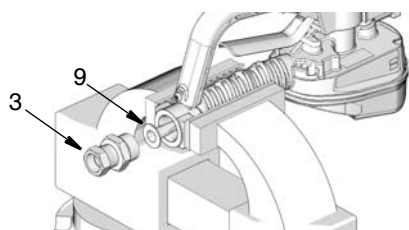

FIG. 2
2. Instale el filtro (9) y el accesorio de conexión (3) en la entrada (FIG. 2). Utilice una llave para apretar el accesorio de conexión.
**NOTA:** No se necesita una junta tórica para instalar el filtro (9). Se requiere una junta tórica con el accesorio de conexión (3).